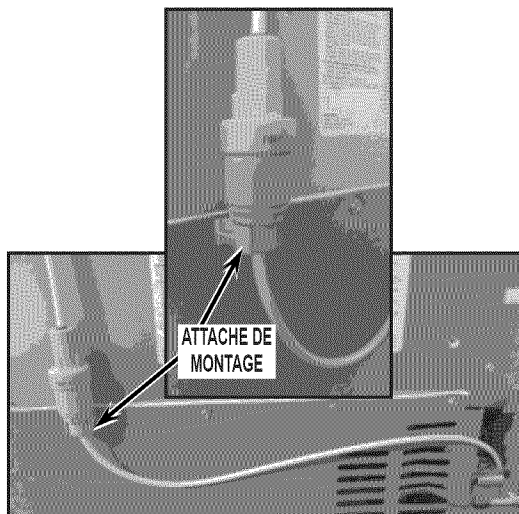

FIGURE 5
- Fixer le régulateur de pression à l'attache de montage dans le sens illustré (vertical : sortie en bas/arrivée en haut). Voir la *Figure 5*.